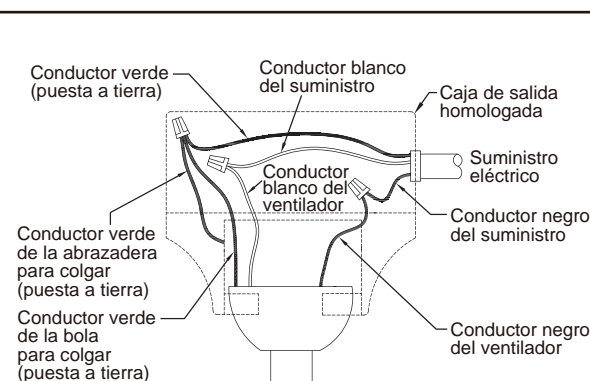

Figura 15
2. Una vez realizadas las conexiones, gire los conductores hacia arriba y, con cuidado, colóquelos dentro de la caja de salida; con los conductores blancos y verdes hacia un lado y los conductores negros hacia el otro. Los cables deben separarse, el conductor con conexión a tierra y el conductor con conexión a tierra del equipo hacia un lado de la caja de salida, y el conductor sin conexión a tierra hacia el otro. (Figura. 15)